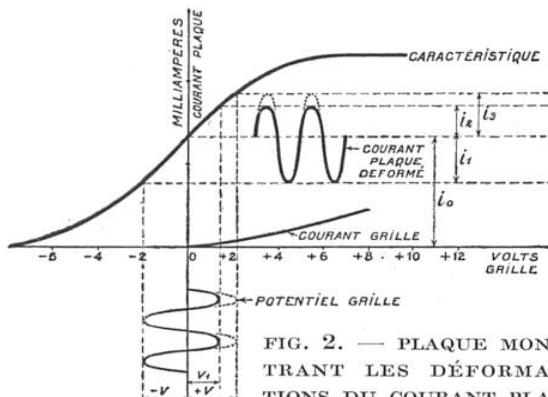
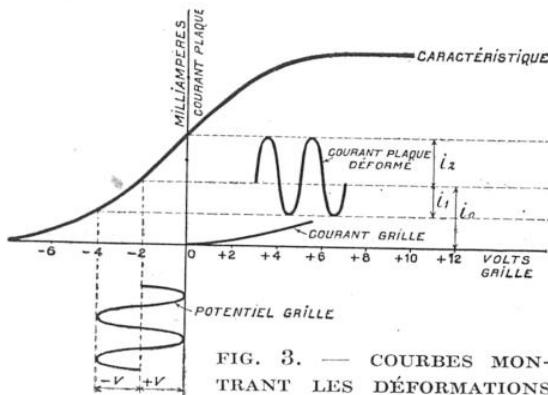

FIG. 2. — PLAQUE MONTRANT LES DÉFORMATIONS DU COURANT PLAQUE RÉSULTANT DES DÉFORMATIONS DU POTENTIEL DE LA GRILLE
FIG. 3. — COURBES MONTRANT LES DÉFORMATIONS DU COURANT PLAQUE DUES À LA FORME NON RECTILIGNE DE LA CARACTÉRISTIQUE DE LA LAMPE
compte en étudiant la caractéristique de la lampe travaillant en amplificatrice basse fréquence. Deux cas peuvent se présenter : 1o la grille de la lampe B. F. est reliée directement à la borne négative du filament ; 2o une batterie de piles sèches rend la grille négative par rapport au filament. Dans le premier cas, le potentiel de la grille au repos est au zéro. Le potentiel variable aux bornes du secondaire du transformateur d'entrée lui impose des variations de voltage  $\pm v$  (voir fig. 2). Mais, en raison du courant grille (1), les oscillations positives ne peuvent pas atteindre cette valeur et le potentiel grille oscille, en fait, entre  $-v$  et  $+v_1$ , où  $v > v_1$  ; les variations déformées du potentiel grille provoquent, évidemment, des variations également déformées du courant plaque, comme on peut s'en rendre compte en examinant la courbe du courant plaque sur la figure 2. Nous voyons que le courant
(1) Se reporter à l'article de notre collaborateur, M. Constantin Vinogradow, intitulé : « Comment choisir un bon radio-récepteur », page 503, n° 90 de décembre 1924.
Passeons au deuxième cas (grille négative par rapport au filament). Supposons que le potentiel négatif de la grille au repos soit de  $-2 v$ . Le courant grille n'existant pas dans les limites d'oscillation du potentiel grille (voir fig. 3), la valeur de ce dernier augmentera et diminuera d'une façon symétrique. Si la caractéristique de la lampe était une droite, cette variation symétrique du potentiel de la grille entraînerait des variations également symétriques du courant. Mais, la caractéristique de la lampe n'étant jamais absolument rectiligne, les variations du courant plaque subissent des déformations comme l'indique la courbe de la figure 3. Cette asymétrie des variations du courant plaque serait encore plus prononcée si l'on
Il va nous falloir d'abord tailler les deux pièces de bois de 1 mètre de long, de façon à les joindre en une croix sur laquelle s'enroulera le fil. Pour cela, on taillera au centre de chaque morceau une encoche de 1 cm. 5 de largeur, de 2 cm. 5 de profondeur, comme le montre la figure 1 de la planche 10. En plaçant l'une sur l'autre les encoches taillées dans chacun des morceaux de bois (fig. 2), on obtiendra un montage en croix représenté figure 3.